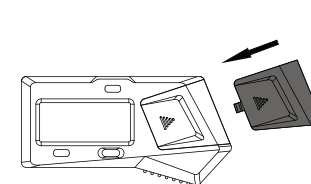

Fig.3
- Installazione del coperchio della batteria (Fig.3)